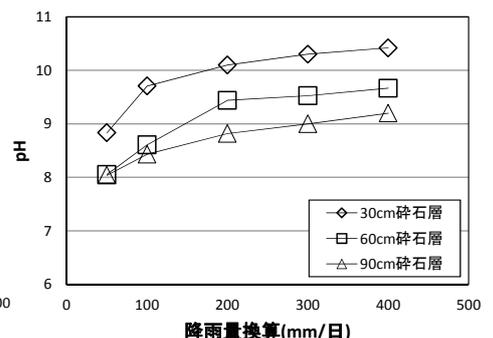

図4 碎石層高さ別pH変動
- 碎石層の充填高さを高くする(2回繰り返したものを60 cm、3回のもを90 cmと定義する)ことにより十分な中和能が得られる(図4)。